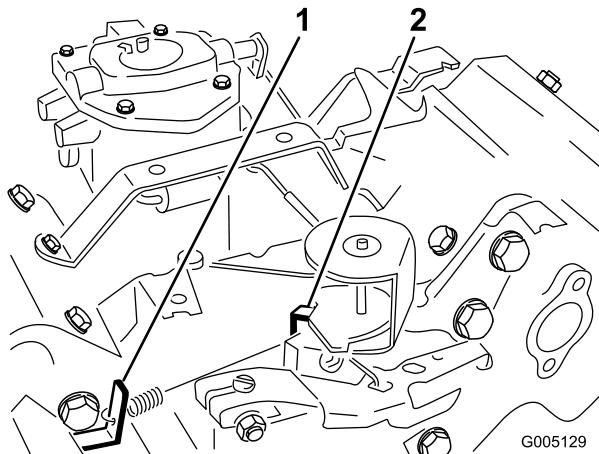

Figura 49
3. Piegate la linguetta di ancoraggio della molla regolata al minimo (Figura 49) per ottenere un minimo di 1650 ± 100 giri/min. Controllate la velocità con un tachimetro.
5. Mettete il comando dell'acceleratore in posizione Fast. Piegate la linguetta di ancoraggio della molla del massimo (Figura 49) per ottenere una velocità massima di 2850 ± 50 giri/min.